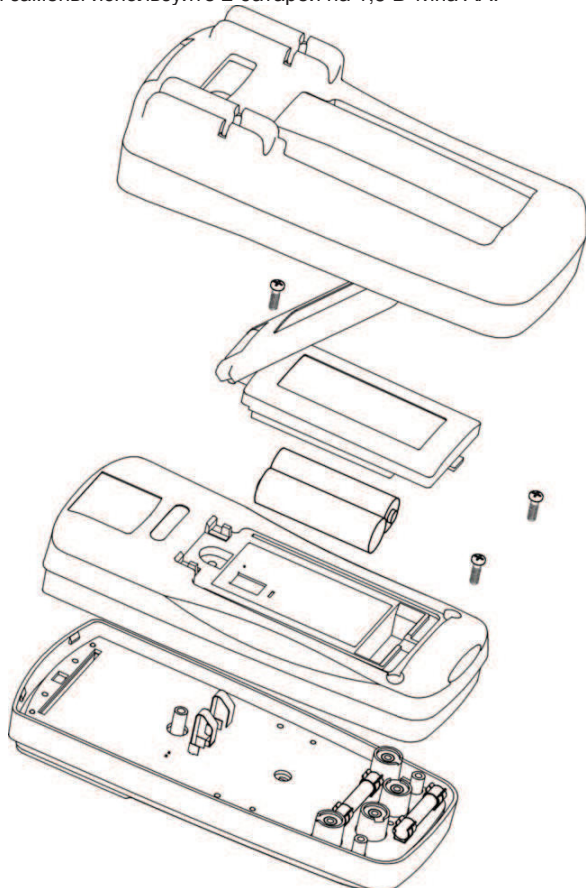

Рисунок 14
2) Замена батареи и предохранителей (см. Рисунок 14).